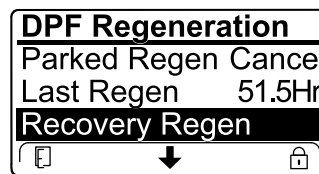

Figura 60
- Se o computador do motor não tiver pedido uma regeneração de recuperação e percorrer a opção REGENERAÇÃO DE RECUPERAÇÃO, a regeneração de recuperação bloqueia e o ícone de bloqueio (Figura 60) surge no canto inferior direito do InfoCenter.